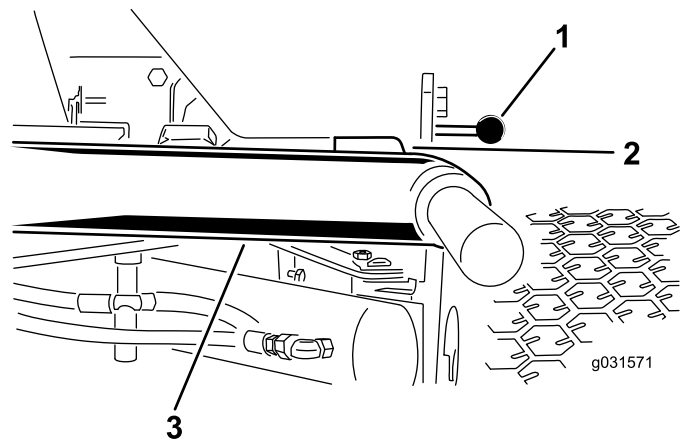

図 12
1. エンジンを始動し、昇降アームを上昇させて、各昇降アームとフロアプレートブラケットとの距離が、図 12 のように 5-8 mm になっていることを確認する。